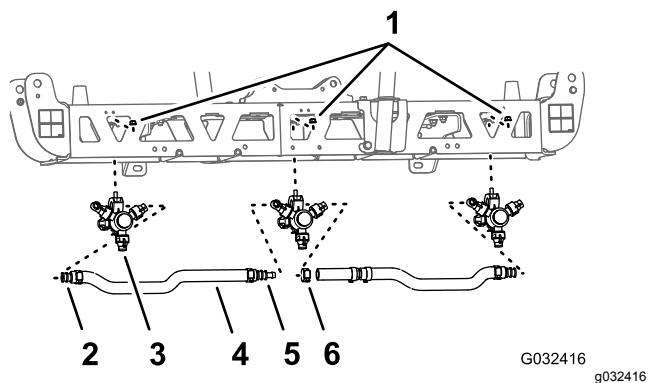
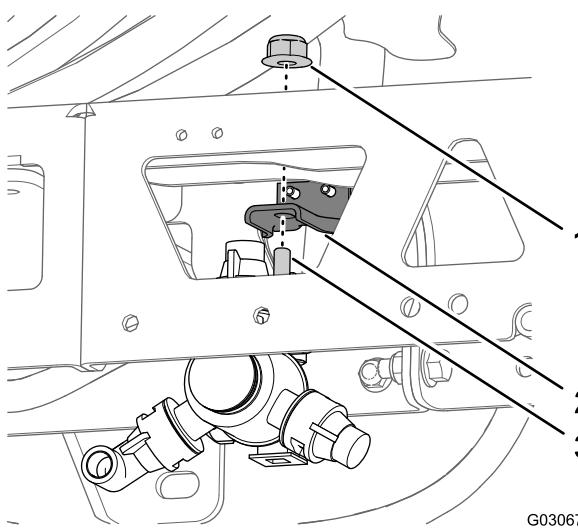

Bild 48
Bild 49
1. Entfernen Sie am mittleren Sprühabschnitt die Sicherungsbundmutter, mit der die Sprühdüse an der Düsenbefestigung befestigt ist (Bild 48 und Bild 49).
3. Nehmen Sie die Düse vom mittleren Sprühabschnitt ab (Bild 48 und Bild 49).
5. Nehmen Sie die Schläuche (Innendurchmesser von 3/4"), die gezahnten Schlauchschaft, die Klemmen und das gezahnte T-Anschlussstück vom mittleren Sprühabschnitt ab (Bild 48).